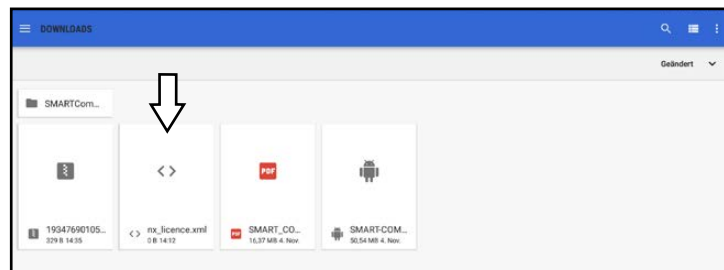

Abb. 163: Lizenz importieren
9. Wählen Sie die Datei auf dem Tablet aus (siehe Abb. 163).